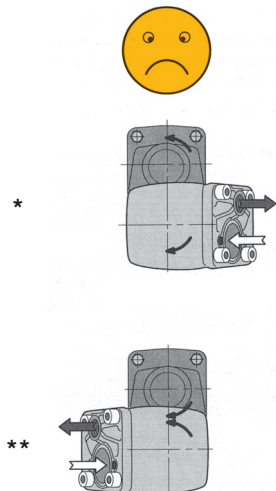

Fig. 1.
- Shortest life: Pump mounted as in fig. 1.
- Kürzeste Lebensdauer: Pumpe montiert wie in Fig. 1.
- Faible durée de vie: Pompe monté suivant fig. 1.